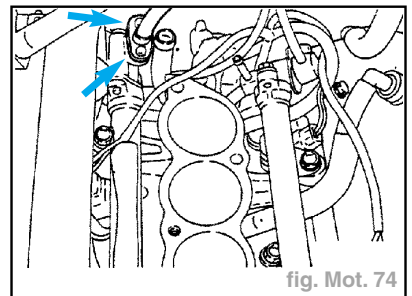

fig. Mot. 74
- Débrancher le tuyau haute pression du côté canalisation de refoulement (fig. Mot. 74).